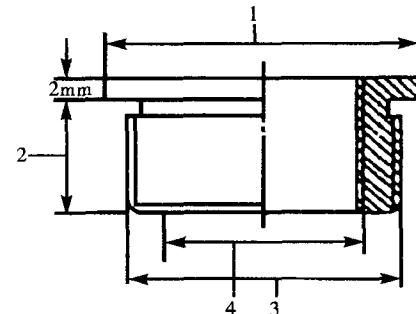

图 1-2 火花塞螺纹孔镶套
(1) 火花塞螺纹孔的修理：火花塞螺纹孔的损坏，通常是由于安装火花塞时用力过猛，或过于频繁拆装，或旋入时未对准丝扣而强行旋入引起的，可采用镶套方法进行修复。其方法是：在原来的火花塞螺纹孔改制直径大一些的螺纹孔，镶制一个有内外螺纹的铜套（钢套），内螺纹制成与原来规格火花塞螺纹相配（图 1-2），不必改用其他规格的火花塞；然后找一个火花塞，在火花塞的螺纹部分涂抹润滑脂，拧入制好的螺纹套中，并在螺纹套外螺纹表面涂抹少许铅油，最后将螺纹套拧入汽缸盖螺纹孔中并拧紧，退出火花塞，在螺纹套下端用冲子冲大，以防止松动。